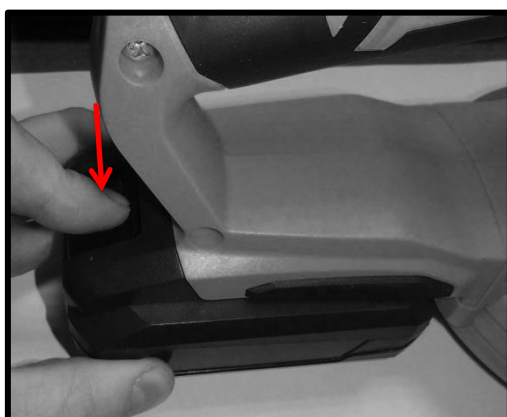

Рис.6
6.4. Снятие аккумулятора (Рис.6, 6а)
Рис. 6а